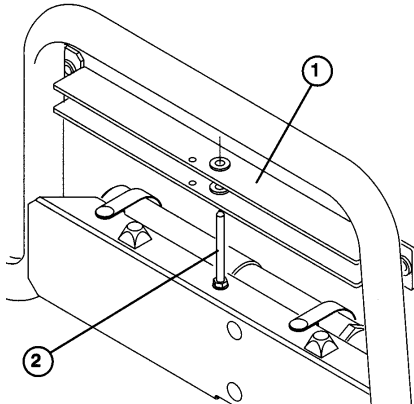

Fig. 16
2. Ta lasteplanstøtten av boltene på toppen av Workmans ryggstøttekanal (fig. 16).